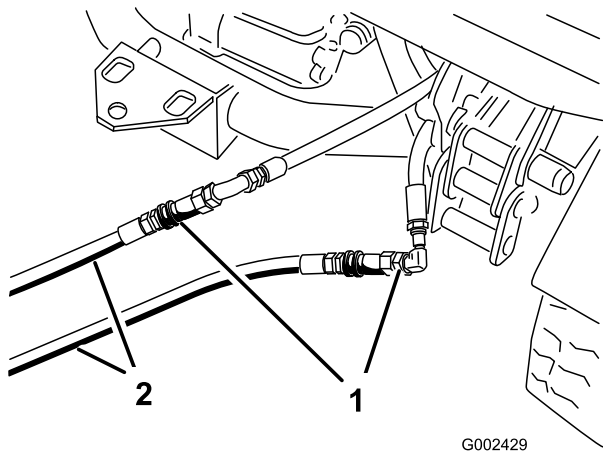

Рисунок 80
- На неисправном подсоедините два промежуточных шланга к шлангам, которые были отсоединены (Рисунок 80). Заглушите неиспользуемые фитинги.